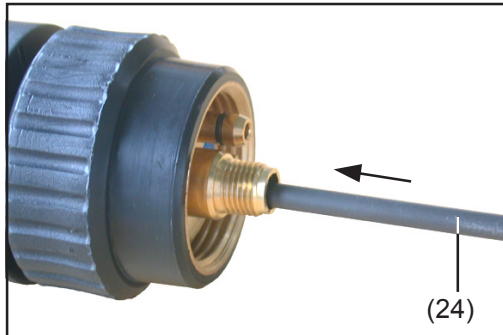

Fig. 21 Insertion de l'âme guide-fil
- La buse d'entrée (26) - 42,0001,5421 - est disponible en option
- Serrer la buse d'entrée (26) sur le raccord de la torche de soudage côté appareil
- Couper l'âme guide-fil (24) au niveau de la buse d'entrée du côté du raccord de la torche de soudage (26), comme représenté en fig. 21.